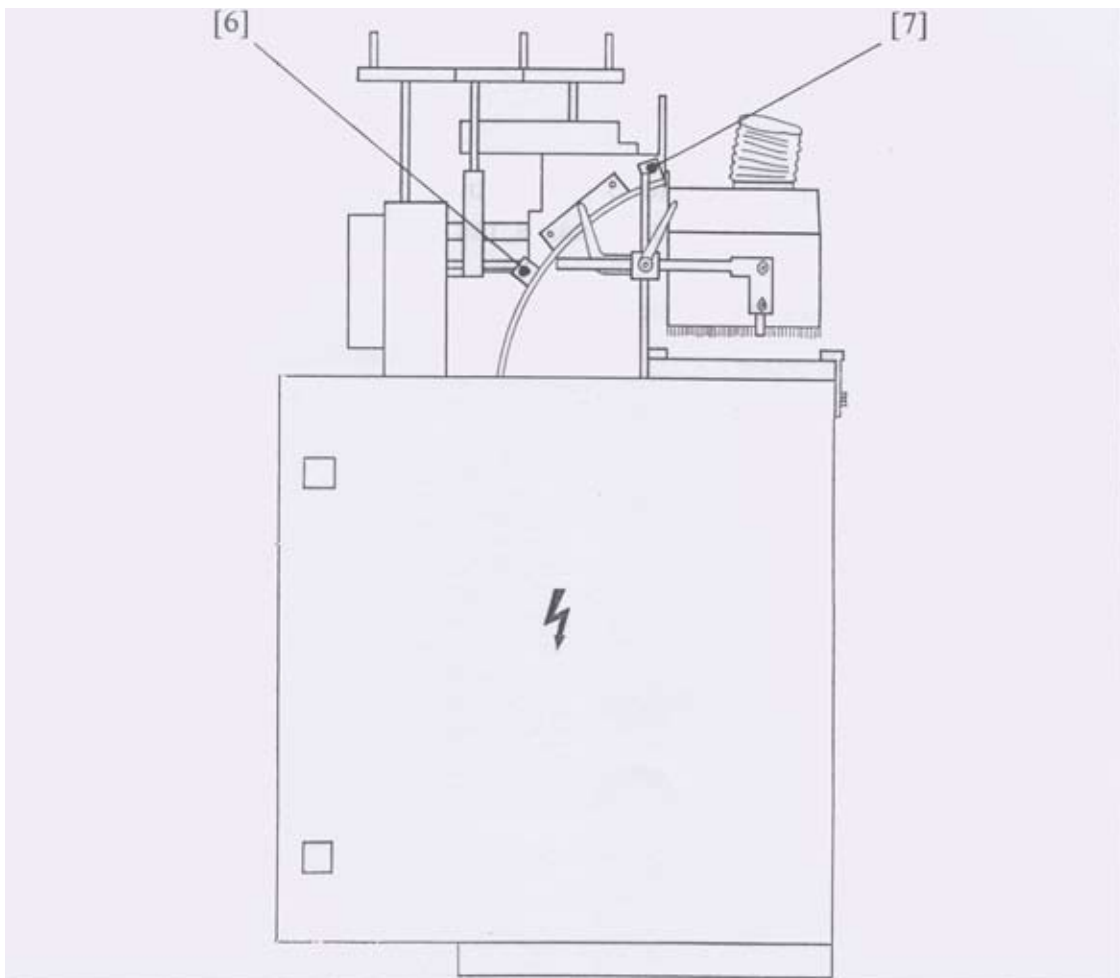

Рис. 4.2.
- 3) отвинтите гаечным ключом (размер 19) зажимные винты [4-7] рис. 4.2.